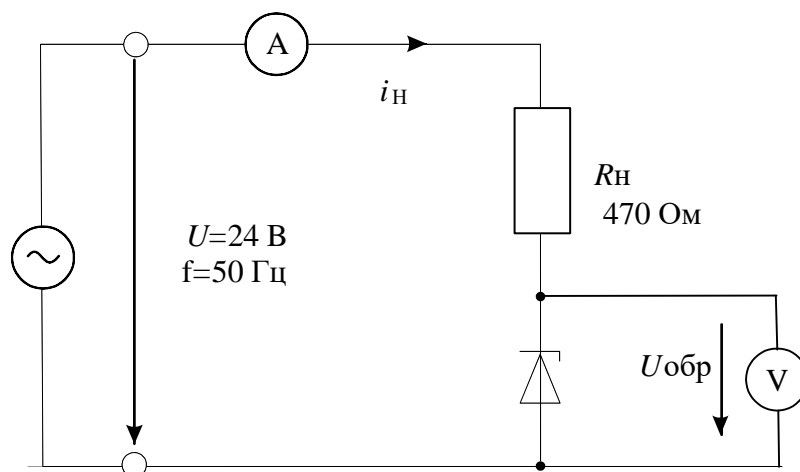

Рисунок 5 – Схема для получения вольтамперной характеристики стабилитрона
2.1. Соберите цепь согласно схеме (рис. 5) и подайте на вход синусоидальное напряжение 24 В частотой 50 Гц. На схеме А и V — входы коннектора.